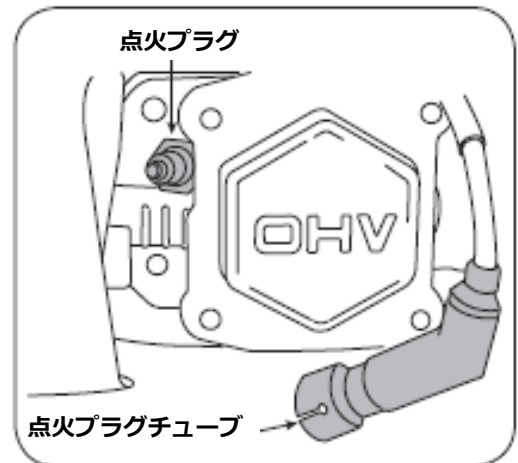

図8-3
1. スパークプラグのゴムチューブをはずし、点火プラグをはずします。点火プラグをはずすには、プラグレンチを使用してください。(図8-3参照)